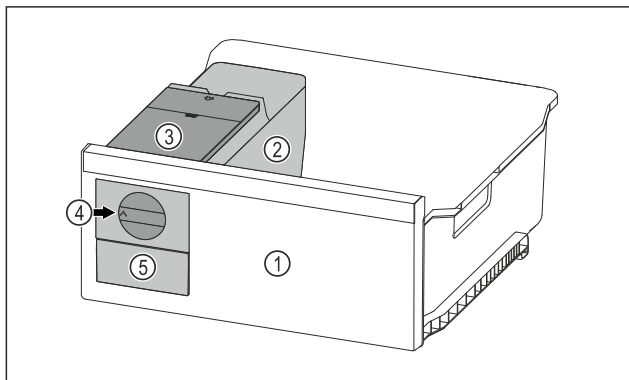

Fig. 102 Esimerkkikuva
- ▶ Kierrä kiertonuppia Fig. 102 (4) myötäpäivään vasteeseen saakka.
- ▷ Jääpalat putoavat jääpalakennosta jääpalavetolaatikkoon Fig. 102 (5).